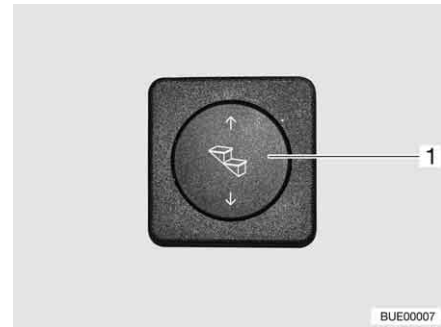

Bild 7 Manöverknapp fotsteg
- Tryck nedtill på vippknappen (Bild 7,1) och håll den intryckt (minst 3 sekunder) tills fotsteget har körts ut helt.
- Tryck upptill på vippknappen (Bild 7,1) tills fotsteget har körts in helt.